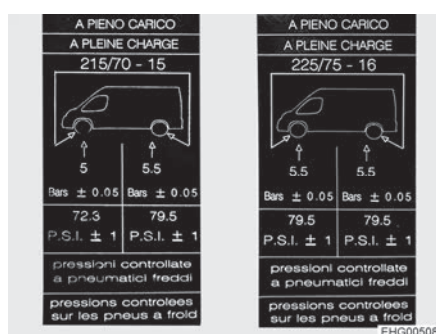

Fig. 132 Autocollant d'indication de la pression des pneus sur le montant B (exemple)
- ▷ Les autocollants indiquant la pression de pneus nécessaire sont apposés sur le côté intérieur du montant B (voir Fig. 132).